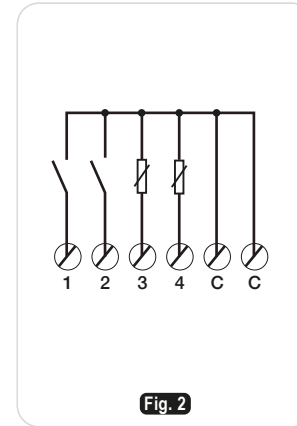

Fig. 2
- 1) Connect at least the KNX bus to the connecting terminal (A). The connection of the mains supply to L and N (C) is optional and necessary if the switching channels are going to be used and it is desired to control the zero crossing of the supply. It takes 25 seconds to the green power LED to switch-on when supplying the KNX bus.
- Fig. 2: Connection of Binary or Analog inputs (ST KNT 001 or ST KNT 002).
- 1) Conecte, al menos, el Bus KNX al terminal de conexión (A). La conexión de la alimentación de red a L y N (C) es opcional y necesaria si se van a utilizar los canales de conmutación y se desea controlar el paso por cero de la alimentación. Tardará 25 segundos en encenderse el LED verde de Power, y estar operativo el Actuador, al alimentar el bus KNX.
- Fig. 2: Conexión de entradas Binarias o Análogicas (ST KNT 001 ó ST KNT 002).